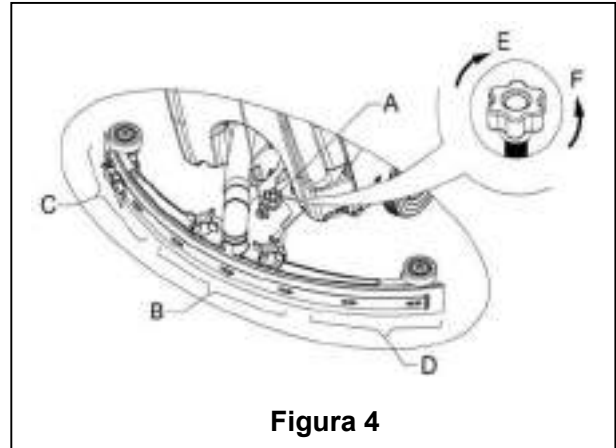

Figura 4
9. Instalați mopul și strângeți-l bine prin rotire cu mânerul (16). Apoi conectați tubul de aspirare (11) a deșeurilor la mop.
10. Ajustați mopul cu ajutorul mânerului de ajustare (A) (vedeți **Figura 4**).